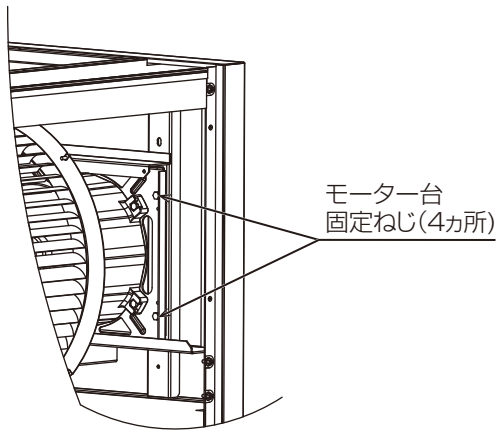

図 5
8. モーター台固定ねじを外してください。[図 5] (座付ねじ：4本×2)
11. 組立てたモーターセットをユニットに取付けてください。取付けには 8 で外した座付ねじを使用してください。[図 5]